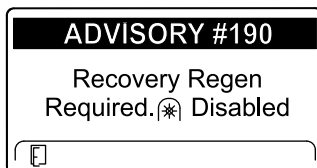

Figura 58
- Richiesta di rigenerazione di recupero – disabilitazione della presa di forza ADVISORY #190 (Figura 58)